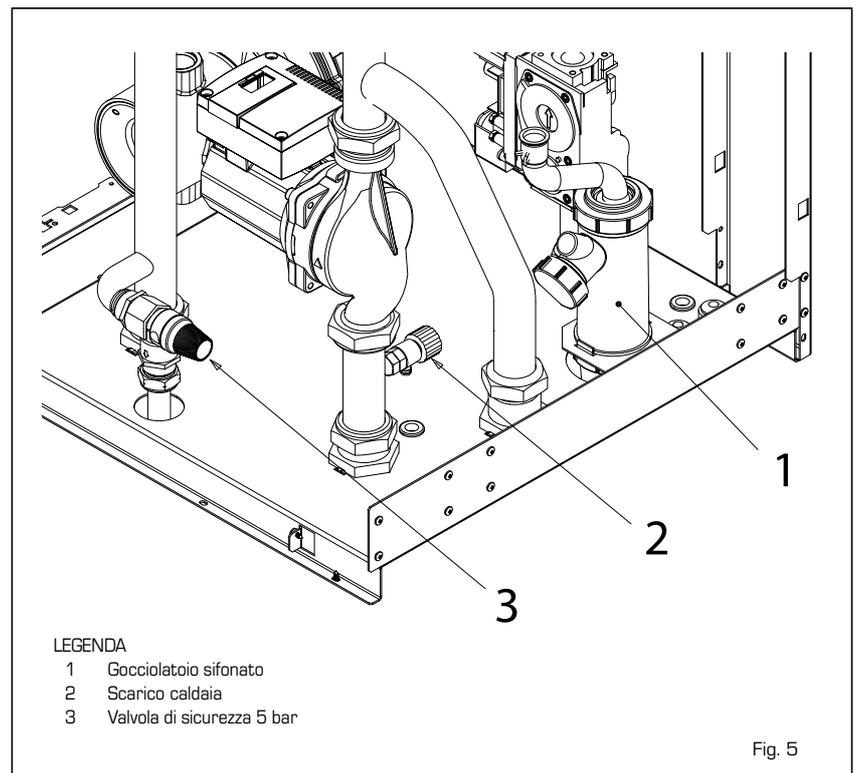

Fig. 5
2.4.1 Svuotamento dell'impianto (fig. 5)
Per svuotare l'impianto spegnere la caldaia e agire sullo scarico caldaia (2 fig. 5).